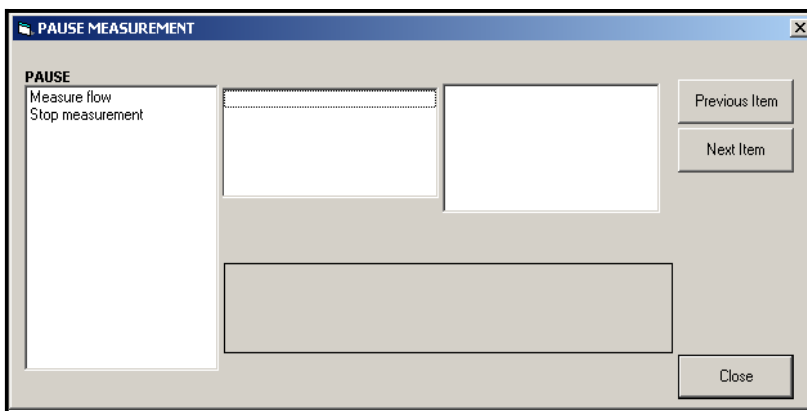

Figura 21: Finestra di misurazione della pausa
2. Espandere l'opzione *Modifica funzioni* e fare doppio clic sulla voce *Stop measurement*. (Interrompi misura) Si apre una finestra simile a quella della Figura 21.